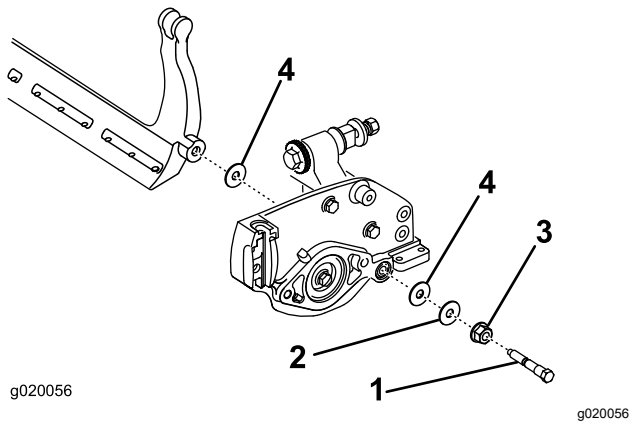

Figura 19
Considerate 2 rondelle in nylon e 1 rondella in acciaio su ciascun lato della barra di appoggio (Figura 19).
3. Collocate una rondella in nylon su ciascun lato della flangia di estremità della piastra laterale. Posizionate una rondella in acciaio all'esterno di ciascuna rondella in nylon (Figura 19).